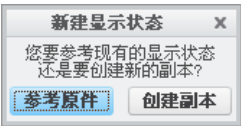

图 9.7.2 “新建显示状态”对话框
Step3. 如果系统弹出图 9.7.2 所示的对话框，可单击 **参考原件** 按钮。